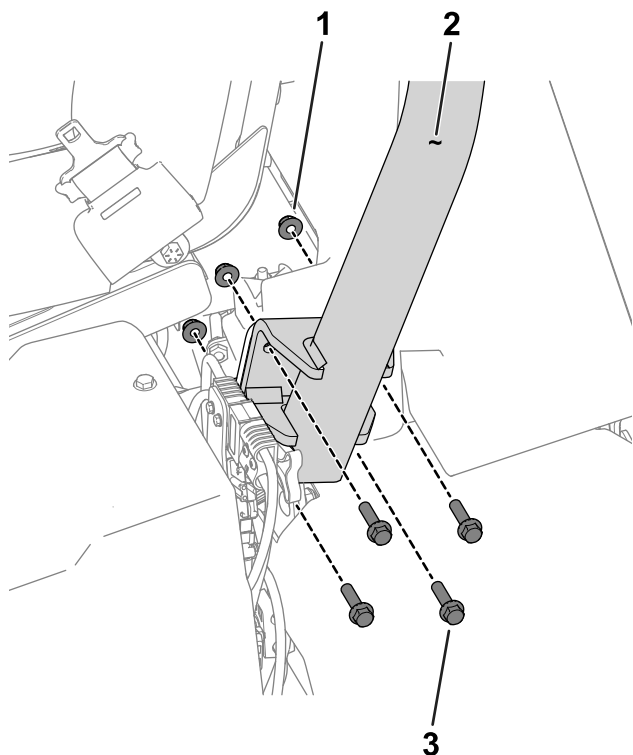

Figura 3
3. Utilizzate 8 bulloni a testa esagonale ($\frac{3}{8}$ " x $1\frac{1}{2}$ ") e 8 dadi ($\frac{3}{8}$ ") per fissare il roll bar alle relative staffe su ciascun lato della macchina (Figura 3).